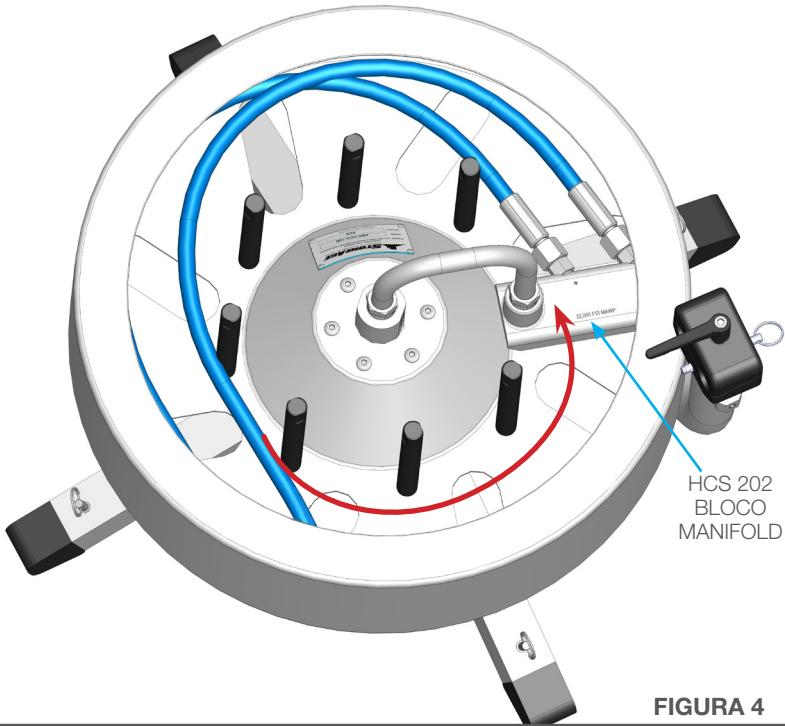

FIGURA 4
1. Conecte as lanças flexíveis ao Bloco Manifold HCS 202 e enrole o restante da lança em torno dos pinos, no sentido da seta vermelha. (**Figura 4**)